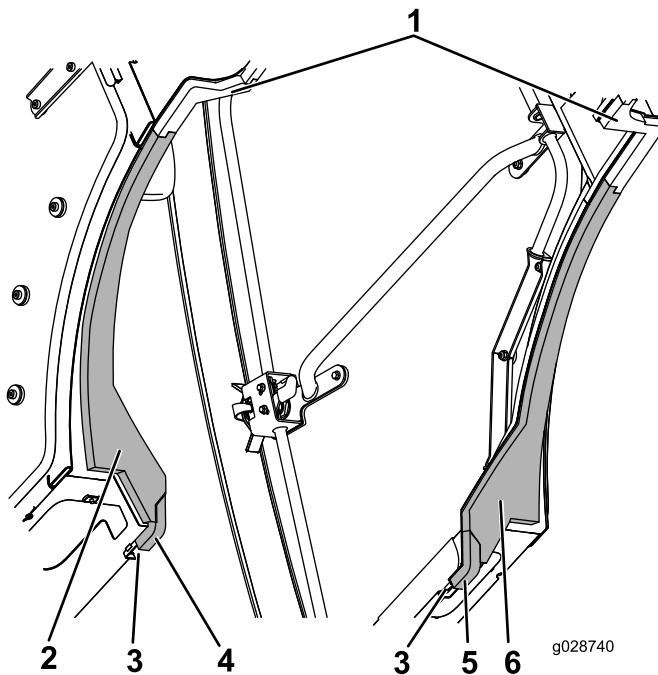

Figure 60
4. Alignez les bords intérieurs des éléments en mousse droit et gauche du réservoir sur les éléments en mousse centraux droit et gauche, et verrouillez les pattes ensemble (Figure 60).
5. Poussez le bord avant des éléments en mousse gauche et droit contre le profilé et verrouillez le bord arrière oblique des éléments en mousse latéraux avec les éléments en mousse du réservoir (Figure 60).